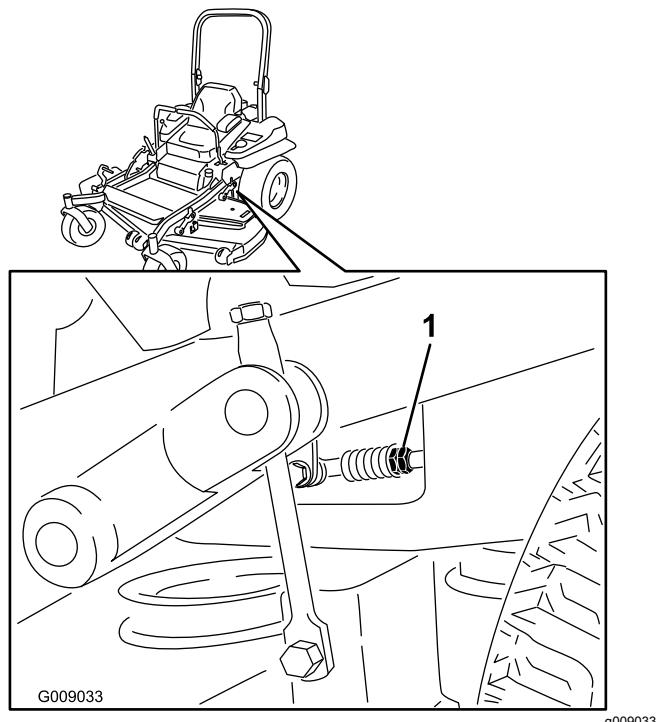

Figure 85
- Réglez la longueur des tiges de pompes en tournant les doubles écrous dans le sens voulu jusqu'à ce que les roues tournent légèrement en marche arrière (Figure 85).